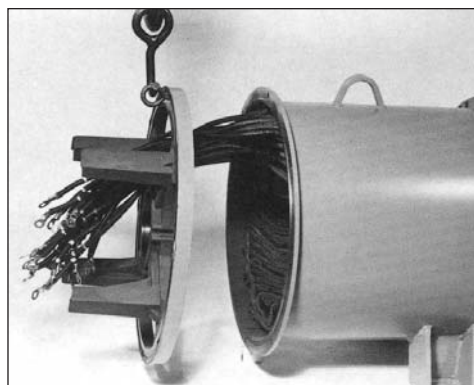

Figura 6-31
2. Remueva el soporte final del frente del ensamble del estator principal (figura 6-31).